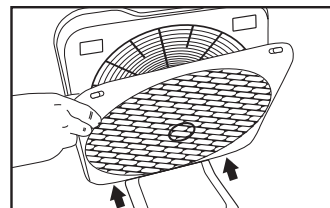

Fig. 6
5. Maintenir la partie inférieure de la grille engagée en place, et repousser le haut de la grille vers l'appareil. Les languettes de fixation, en haut de la grille, se remettront en place. Voir Fig. 6